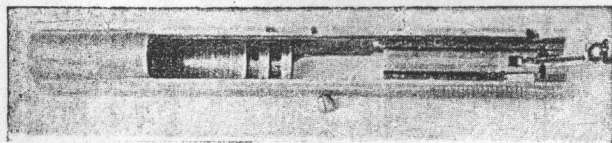
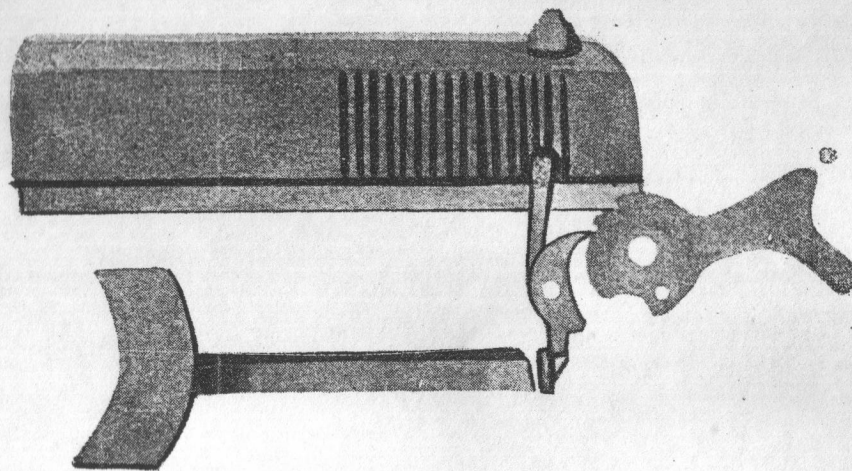
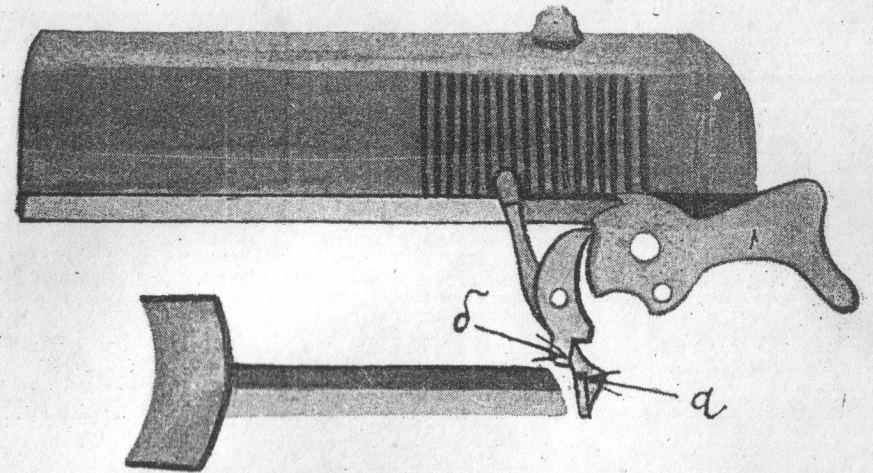

Рис. 31.
Рис. 32. Положение внутреннего предохранителя и спускового рычага до выстрела.
Рис. 33. Положение внутреннего предохранителя и спускового рычага в момент отхода кожуха-затвора назад после выстрела.
**Внутренний предохранитель** своей головкой входит в углубление с нижней части кожуха-затвора «а» (рис. 31) и находится в
верхнем положении, благодаря чему уширенная часть хвоста предохранителя заскочила за нижние выступы спускового рычага. Средняя ветвь спусковой пружины давит на хвост внутреннего предохранителя, заставляя его подниматься вверх и прижиматься вперед к задней части хомутка спускового крючка (рис. 32).
Шептало спускового рычага, скользя по передней поверхности нижней части курка, под действием длинной ветви спусковой пружины заскакивает сначала за предохранительный, а потом и за боевой взвод курка. Курок удерживается шепталом спускового рычага на боевом взводе и находится в заднем положении (рис. 32).
При нажатии на спусковой крючок и отодвигании его назад хомутик спускового крючка надавит на уширенную часть хвоста внутреннего предохранителя, который в свою очередь передает давление нижним выстрелом спускового рычага, заставив последний повернуться на своей оси, благодаря чему шептало спускового рычага выйдет из-под боевого взвода курка и освободит курок (рис. 32).
**Внутренний предохранитель**, находящийся своей головкой в углублении с нижней части кожуха-затвора (рис. 32) и 31, «а»), при движении последнего назад утапливается, причем нижняя, уширенная, часть хвоста внутреннего предохранителя «а» (рис. 33) соскакивает с нижних выступов спускового рычага и освобождает последний «б» (рис. 33). Освобожденный спусковой рычаг
При прекращении нажатия пальцем на спусковой крючок, последний под действием уширенной части хвоста внутреннего предохранителя, на который давит среднее перо спусковой пружины, возвратится в исходное положение, внутренний предохранитель под действием этого же пера спусковой пружины поднимется, уширенная часть хвоста внутреннего предохранителя заскочит впереди нижних выступов спускового рычага и будет упираться в них (рис. 32 и 33). Головка же внутреннего предохранителя поместится в углубление с нижней части кожуха-затвора (рис. 31, «а»).